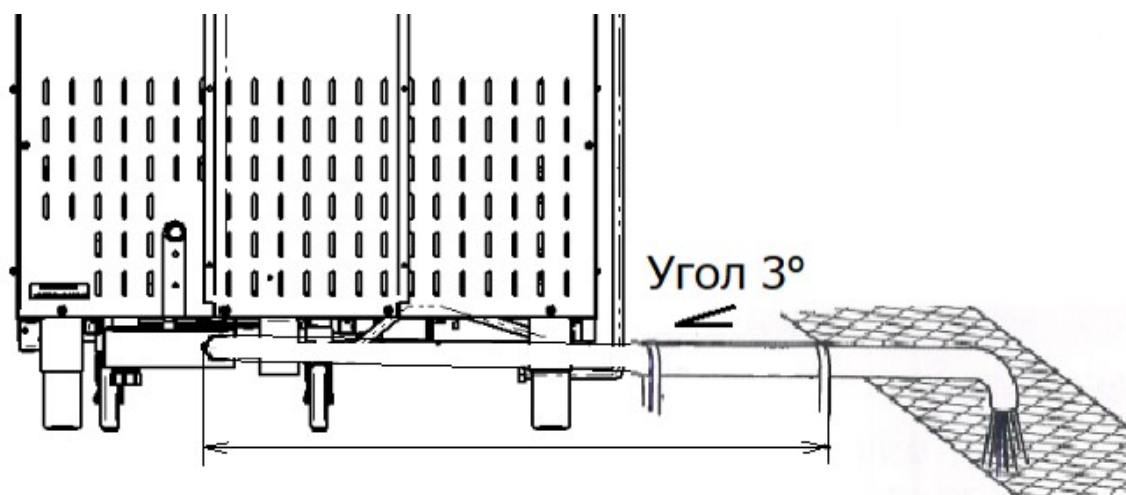

Рис. 11 Подключение пароконвектомата к канализации – слив в трап.
- канализация для подключения пароконвектомата одним из способов подключения указанных на рис. 11...13;